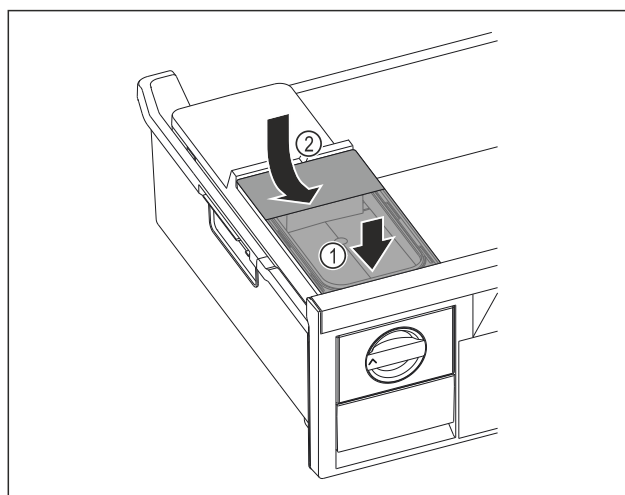

Fig. 216
- Wassertank vorne ansetzen. Fig. 216 (1)
- Wassertank hinten absenken. Fig. 216 (2)